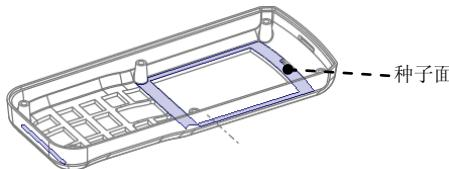

图 31.13 定义种子面
(1) 采用“种子面与边界面”的方法选取所需要的曲面。用户分别选取种子面和边界面后，系统则会自动选取从种子曲面开始向四周延伸直到边界曲面的所有曲面（其中包括种子曲面，但不包括边界曲面）。
(2) 下面先选取“种子面”(Seed Surface)，选取图 31.13 中的内表面（种子面），此时图 31.13 中的内表面会加亮，该面就是所要选择的“种子面”。